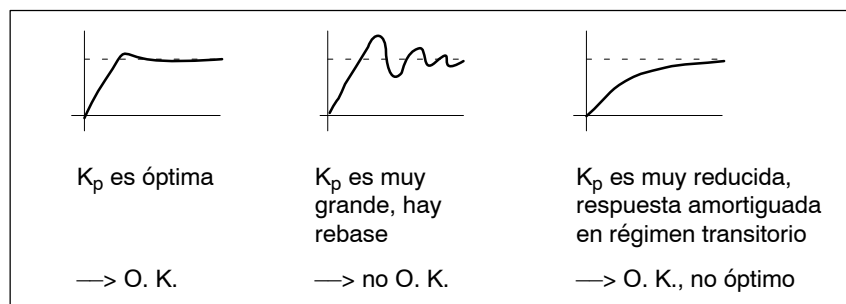

Fig. 4-11 ¿Cómo se puede evaluar la respuesta indicial?
--> Objetivo: respuesta óptima en régimen transitorio (ver fig. 4-11, izquierda)
--> Objetivo: respuesta correctamente amortiguada en régimen transitorio (ver fig. 4-11, derecha)